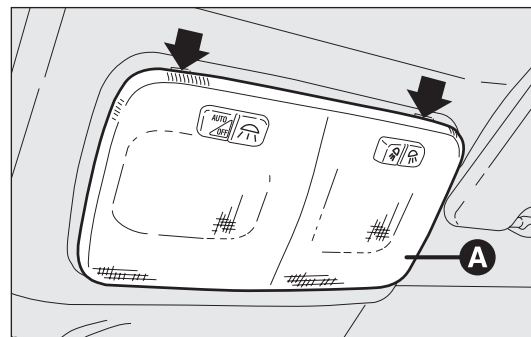
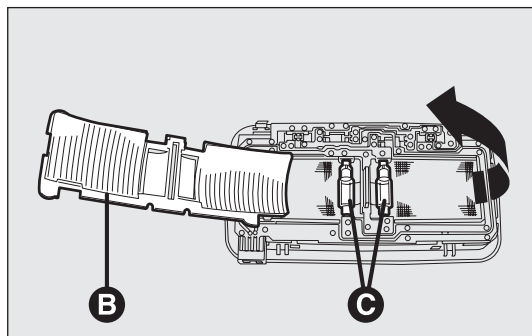

рис. 200
рис. 201
- ☐ нажмите в точках, указанных стрелками, и снимите плафон А – рис. 200;
- ☐ откройте защитную крышку В – рис. 201;
- ☐ замените лампы С – рис. 201, отсоедините их от боковых контактов и установите новые, проследив, чтобы они были правильно ими зажаты;
- ☐ закройте защитную крышку В – рис. 201 и закрепите плафон А – рис. 200 в гнезде; проверьте крепление плафона в положении.